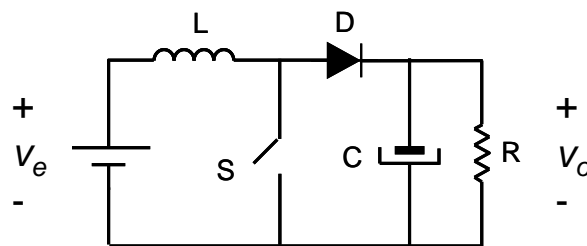
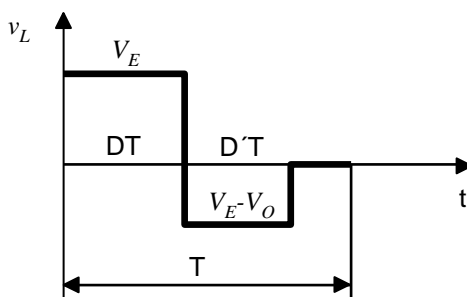

Figura 1
Figura C2.1
El convertidor CC/CC de la Figura 1 opera en régimen permanente en Modo de Conducción Continuo. La frecuencia y el ciclo de trabajo de operación del interruptor S son 50kHz y 50% respectivamente. En estas condiciones la potencia proporcionada por la fuente de continua de entrada ( $V_e$ ) es 10kW y la tensión de salida del convertidor ( $V_o$ ) es 100V.
2. Calcular, para el convertidor de la Figura 1, la relación entre la tensión de salida,  $V_o$ , y la tensión de entrada,  $V_e$ , cuando el convertidor opera en MCD (Modo de Conducción Discontinuo). NOTA: La expresión que se proporcione como resultado, debe contener los parámetros L, R, ciclo de trabajo y la frecuencia o periodo de conmutación. Además, suponer para el cálculo todos los componentes ideales.
La tensión media en la bobina debe ser nula:  $\overline{V_L} = 0V$ . La forma de la tensión en la bobina en función de los distintos intervalos de tiempo de los tres estados de funcionamiento que se producen en el convertidor elevador de la Figura 1 se muestran en la figura C2.1.